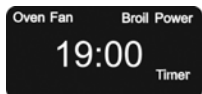

Fig. 5
- Presione el botón "Timer/Temp" para el tiempo. Presione las flechas hacia arriba o hacia abajo. Cada vez que presione el botón, la indicación avanzará en incrementos de 1 minuto. Seleccione 15 minutos para precalentar. Si mantiene presionados botones de aumentar o disminuir, los incrementos cambiarán rápidamente. Presione el botón de arranque (Start). (Fig. 5)